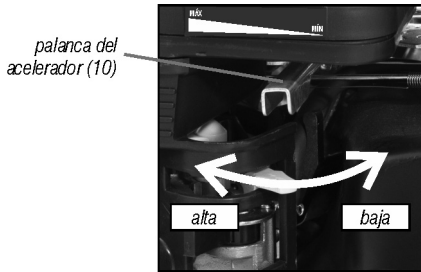

Fig. 20 – Palanca del acelerador
- f. Mueva la palanca del acelerador cerca de 1/3 para la posición alta (MÁX) (fig. 20);
- j. Después de encender el motor, mueva la palanca del acelerador para la posición alta (MÁX) (fig. 20) para iniciar la succión del agua. El flujo del agua es controlado a través de la rotación del motor. Para aumentar el flujo ponga la palanca del acelerador para la posición alta (MÁX) y para disminuir el flujo ponga la palanca del acelerador para la posición baja (MÍN).